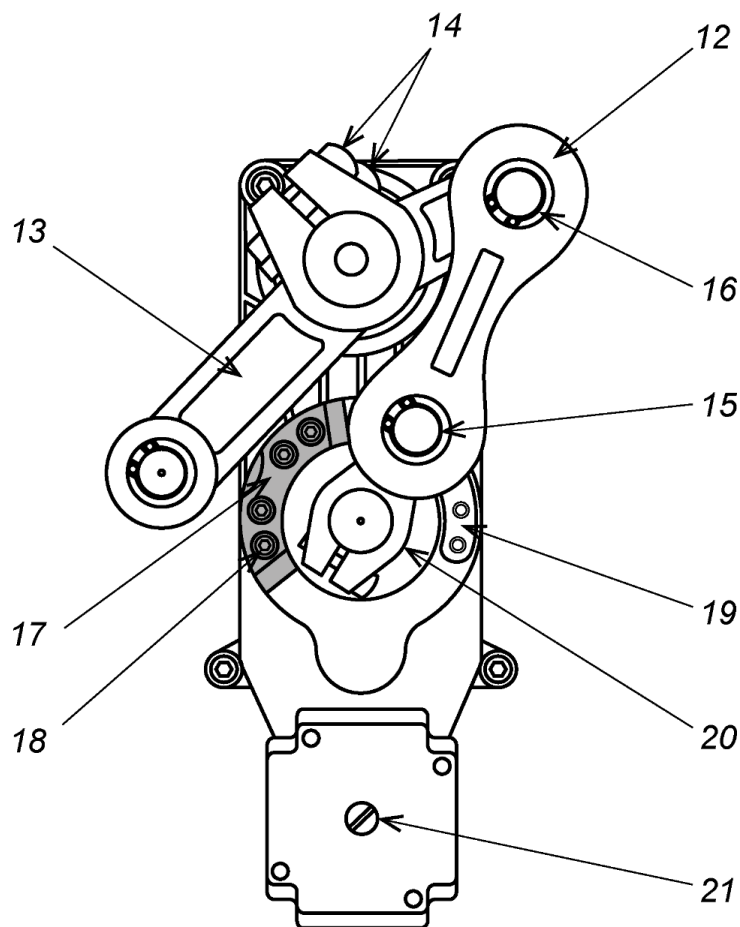

Рисунок 8. Порядок переустановки стрелы шлаग्баума
В шлагбауме предусмотрено подключение дополнительного освещения зоны проезда. Управление устройством дополнительного освещения осуществляется при помощи релейного выхода «LIGHT» (контакты *LIGHT* клеммной колодки **X2.3**; см. разд. 5.4.1, рис. 3). Питание дополнительной подсветки прохода осуществляется отдельным источником питания. Схема подключения дополнительной подсветки с источником питания показана на рис. 8. Дополнительная подсветка постоянно включена при нормальной работе шлагбаума.
Нагревательный элемент и регулятор порога отключения нагревателя подключаются к контактным колодкам подключения питания шлагбаума ($\sim 220\text{ В}$) в соответствии со схемой подключения шлагбаума на рис. 8.
Для разблокировки стрелы откройте дверцу слагбаума, отключите питание слагбаума и вращайте винт (ручку) разблокировки привода (21) (рис. 8) влево или вправо до тех пор, пока нижний шарнир шатуна (12) не выйдет из крайнего положения и стрела не станет поддаваться ручному воздействию вверх или вниз.